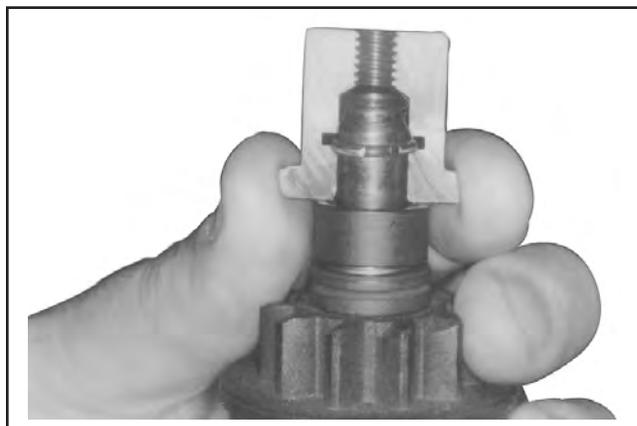

Abbildung 8-36. Montage der inneren Hälfte des Werkzeugs um die Ankerwelle und Haltering.
4. Den Federhalterring in zurückgezogener Position halten und die inneren Hälften des Demontagewerkzeugs um die Ankerwelle montieren. Dabei sollte sich der Haltering in der inneren Aussparung befinden (siehe Abbildung 8-36). Den Teller über die inneren Hälften rutschen lassen, um diese in Position zu halten.